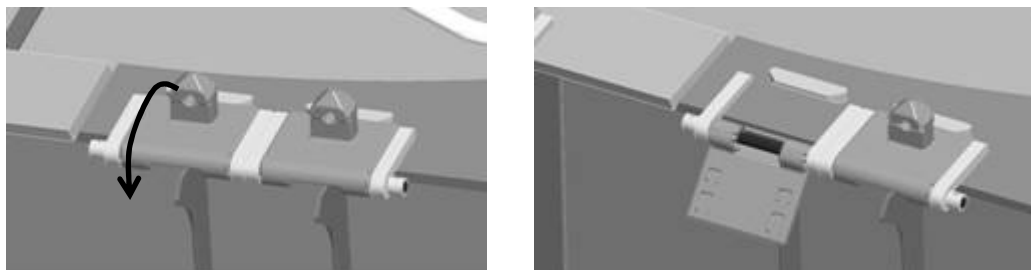

Abb. 6
- weitere Aufsetzzapfen sind klappbar (**Abb. 6**)